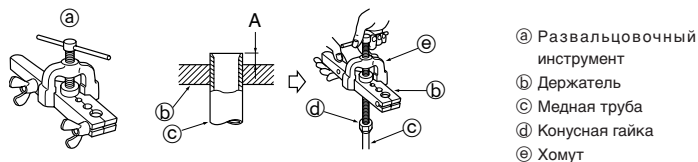

Рис. 5-6
5.2.4. Развальцовка (Рис. 5-6)